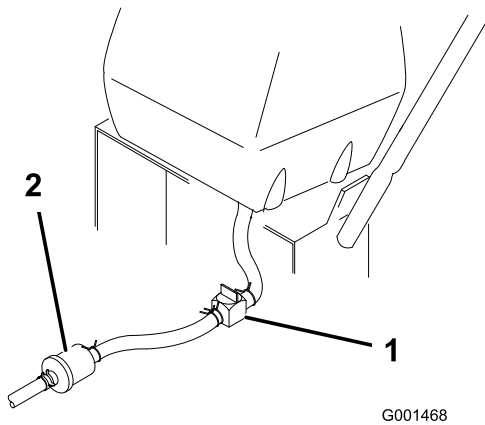

Bild 27
2. Schließen Sie den Kraftstoffhahn am Kraftstofftank (Bild 27).
3. Drücken Sie die Enden der Schlauchklemme zusammen und schieben Sie sie an der Kraftstoffleitung entlang, vom Kraftstofffilter weg (Bild 27).
4. Ziehen Sie die Kraftstoffleitung vom Kraftstofffilter (Bild 27). Öffnen Sie den Kraftstoffhahn und lassen Sie den Kraftstoff in einen Benzinkanister oder eine Auffangwanne ablaufen.
3. Schließen Sie den Kraftstoffhahn am Kraftstofftank (Bild 27).
7. Öffnen Sie den Kraftstoffhahn am Kraftstofftank (Bild 27).